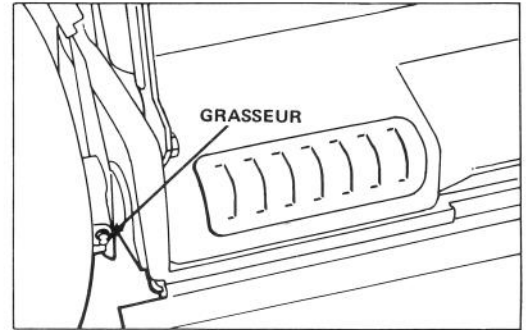

Figure 25
2. Placez les leviers de hauteur de coupe des roues arrière en position "C". Essuyez les grasseurs avec un chiffon propre (Fig. 25). Placez le pistolet graisseur sur le graisseur et appliquez délicatement 2 à 3 pompes de graissage à base de lithium à usages multiples no. 2.